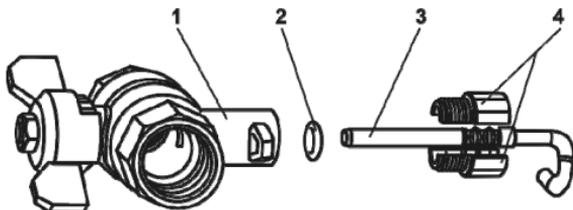

Рисунок 22. Вариант установки ИПТ в шаровый кран
- монтаж осуществляется в специальный шаровый кран с отверстием под термометр сопротивления (рисунок 22).
Второй способ: термометр сопротивления монтируется в специальный шаровый кран с отверстием под термометр сопротивления, рисунок 22.
- в установочный карман шарового крана (элемент 1, рис. 22) установить уплотнительное кольцо (элемент 2, рисунок 22);
- термометр сопротивления (элемент 3, рисунок 22) поместить в пластмассовый адаптер (элемент 4, рисунок 22), состоящий из двух частей. Желобки на термометре сопротивления должны совпасть с желобками на адаптере;